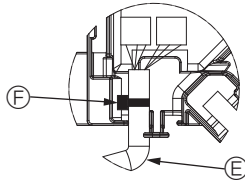

Fig. 10-10
- Con il nastro fissare il cavo del motore dei deflettori nella scatola dei connettori come illustrato nello schema. (Fig. 10-10)